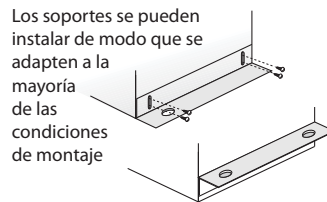

Figura 5 — Soportes de Montaje
2. Fije los soportes de montaje ajustables al ventilador, deje los tornillos sueltos hasta que se determine la altura adecuada, como se muestra en la Figura 5.